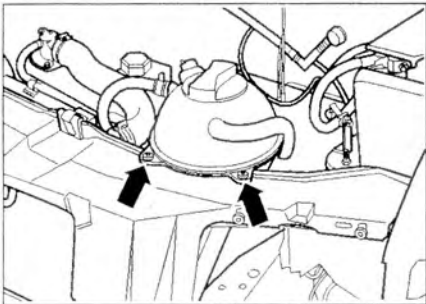

Рис. 3.2. Открутите винты крепления расширительного бачка (стрелки) и закрепите его сбоку.
- 5. Открутите винты крепления расширительного бачка (стрелки) и закрепите его сбоку (рис. 3.2).